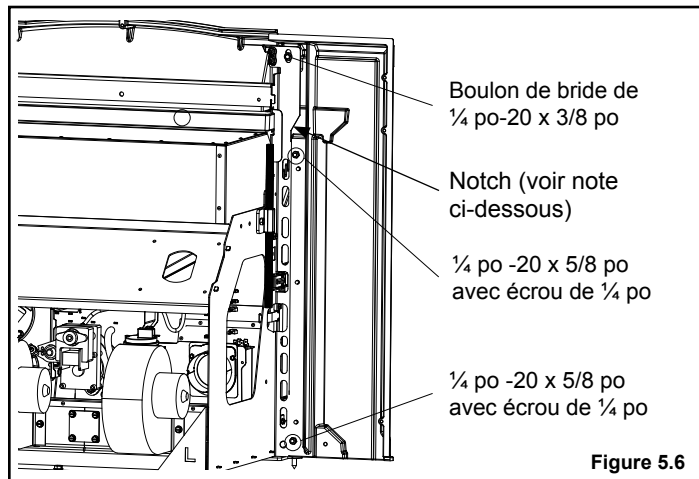

Figure 5.6
Avec (1) boulon de bride de 1/4 po -20 x 3/8 po, (2) boulons de bride de 1/4 po -20 x 5/8 po et (2) écrous de 1/4 po -20, installez les panneaux de pourtour gauche et droit sur le cadre de montage. Laissez ces boulons desserrés jusqu'à ce que l'ensemble du pourtour ait été ajusté pour un dégagement adéquat. Figure 5.6.